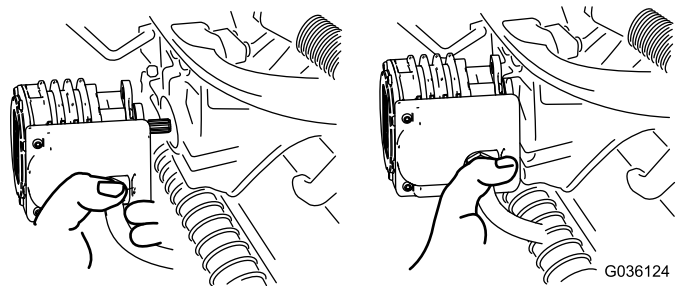

図 57
4. 外したモータは、サスペンションアームの前部にある一時保管位置にセットしておく **図 57**。